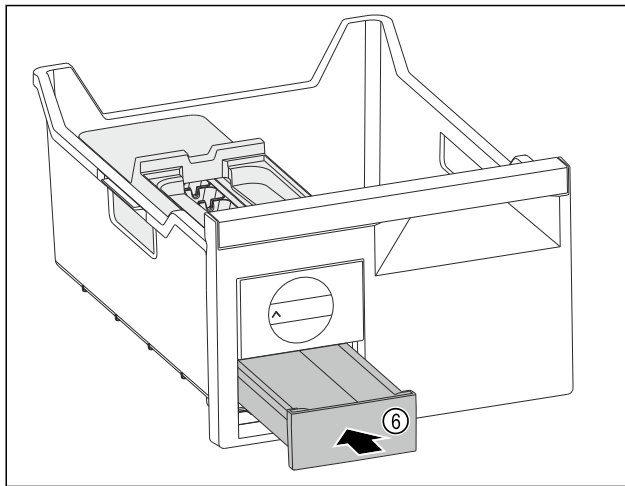

Fig. 126
► Eiswürfelschubfach Fig. 126 (6) einschieben.